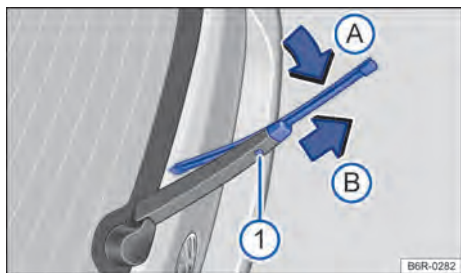

Fig. 103 Substituir a palheta do limpador do vidro traseiro.
- Manter pressionado a o botão de destravamento → Fig. 103 .
- Inclinar a palheta do limpador do vidro no sentido do braço do limpador do vidro → Fig. 103 (seta) e ao mesmo tempo retirar no sentido da seta . Para isto, poderá ser necessário um esforço maior.